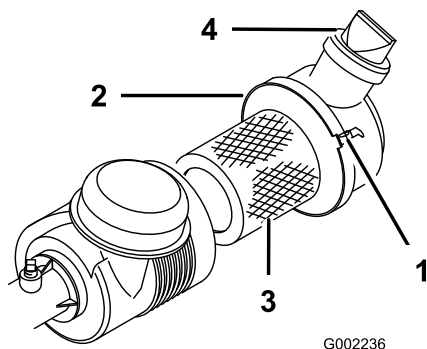

Bild 36
Prüfen Sie das Gehäuse des Luftfilters auf Schäden, die eventuell zu einem Luftleck führen könnten. Stellen Sie sicher, dass der Staubdeckel vollständig auf dem Luftfilter abgedichtet ist. Ersetzen Sie ein defektes Luftfiltergehäuse. Drücken Sie das Ventil (Bild 36) vor jedem Einsatz, um Staub und Rückstände zu entfernen. Warten Sie den Luftfilter alle 100 Stunden.
3. Lösen Sie den Luftfilterriemen, mit dem die Luftfilterabdeckung am Luftfiltergehäuse befestigt ist (Bild 36) und nehmen Sie die Abdeckung vom Gehäuse ab.
7. Befestigen Sie die Riemen (Bild 36).
4. Setzen Sie die Abdeckung auf, wobei das Ventil nach unten zeigen sollte, und befestigen Sie die Riemen (Bild 36).